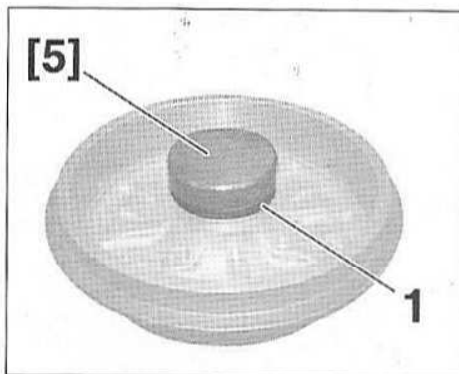

FIG.54
- Poser le roulement neuf (4) sur le tambour puis l'enfoncer jusqu'en butée dans celui-ci, à l'aide de l'outil [4].
- une cible (1) de capteur de roue neuve jusqu'en butée, à l'aide de l'outil [5] et d'une massette (Fig.54),